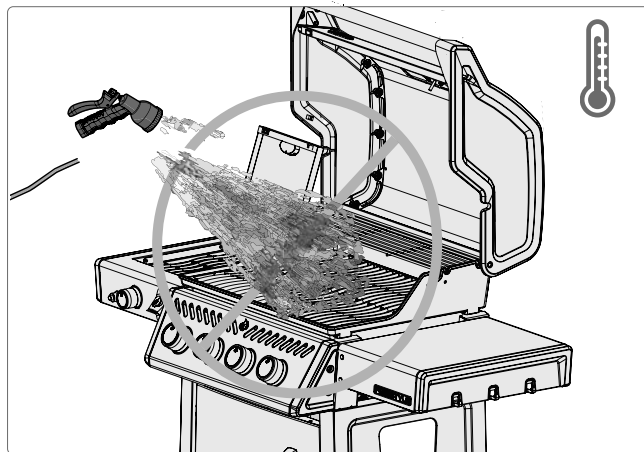

Рис. 27
1. Никогда не гасите пламя и вспышки с помощью воды. **Рис.27**